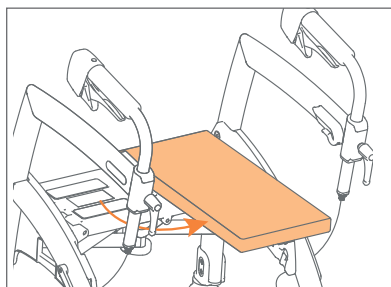

Abbildung 10: Drehen Sie das Sitzkissen.
- c. Ziehen Sie das Sitzpolster heraus, drehen Sie es um 90 Grad und befestigen Sie es quer auf der Seite mit dem roten Knopf (**Abbildung 10**).